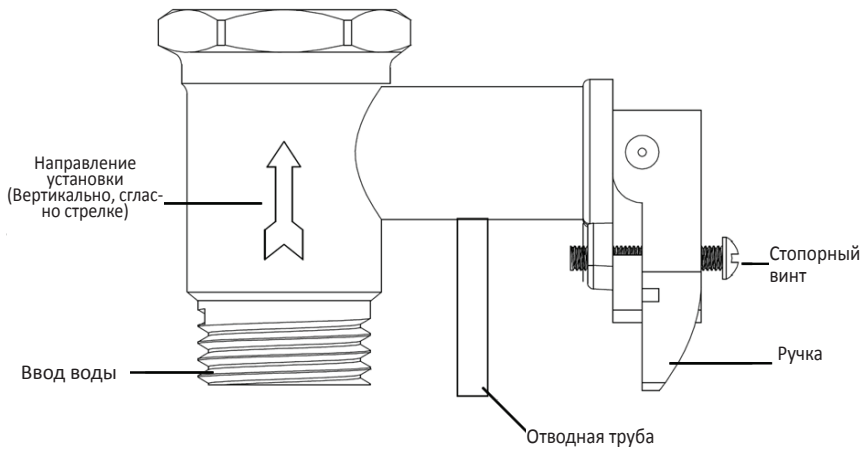

Рис. 9
- c. Открутить винт на ручке (как показано на Рис. 9)
- d. Поднять ручку (следуя направлению, как показано на рис. 9)